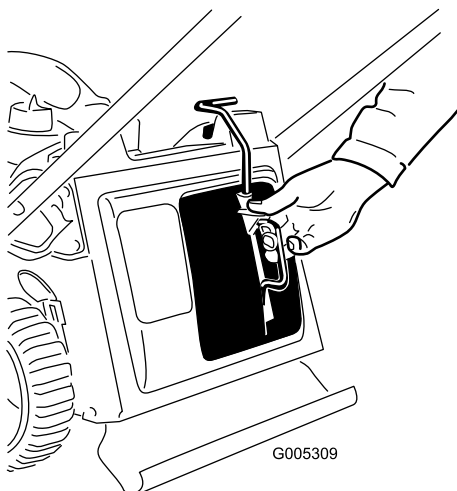

Figura 34
3. Montate il coperchio di scarico (Figura 34).